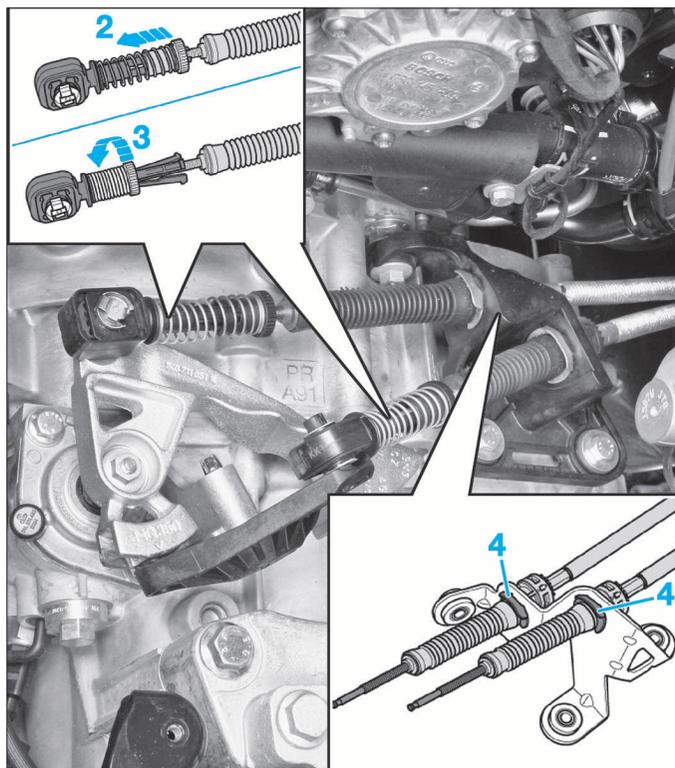
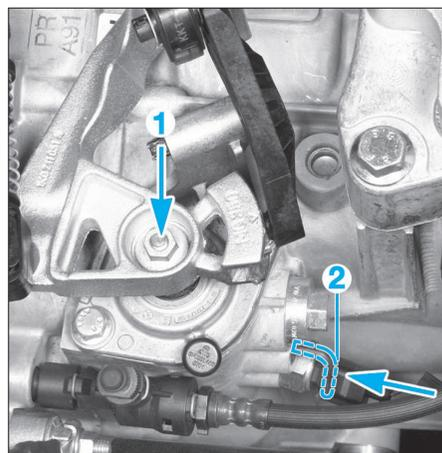

FIG. 14
FIG. 16
- Sur chaque câble, repousser le mécanisme de sûreté des câbles vers l'avant jusqu'en butée (2) (Fig.14).
- Tourner le mécanisme de sûreté des câbles vers la droite (3) jusqu'à ce qu'il se verrouille.
- Déposer les segments d'arrêt (4) et sortir les câbles.
- Repousser le mécanisme de sûreté des câbles vers l'avant jusqu'en butée (2) (Fig.14).
- Bloquer l'arbre de commande comme suit (Fig.16) :
- enfoncer l'arbre dans le sens de la flèche (1).
- pousser la pige (2) jusqu'à ce qu'elle s'enclenche dans l'arbre de commande.